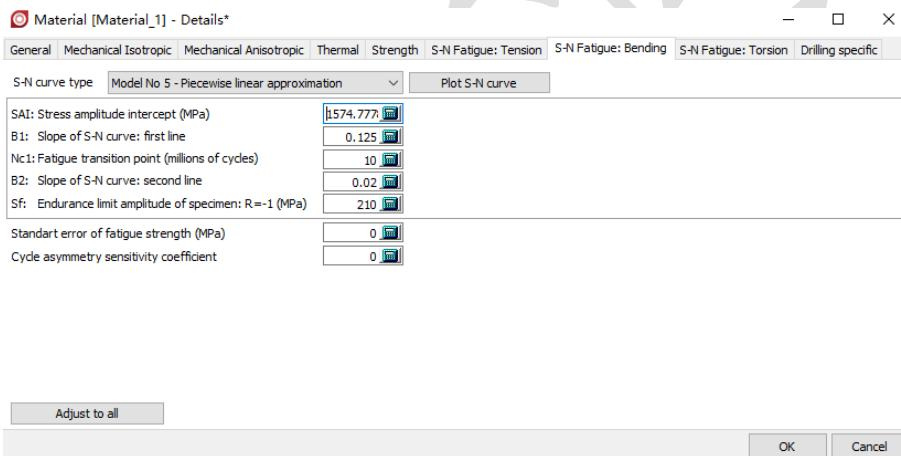

图 2.43
8. 设置S-N曲线参数如图 2.43所示( $SAI=210*10e7^0.125=1574.7778Mpa$ )。